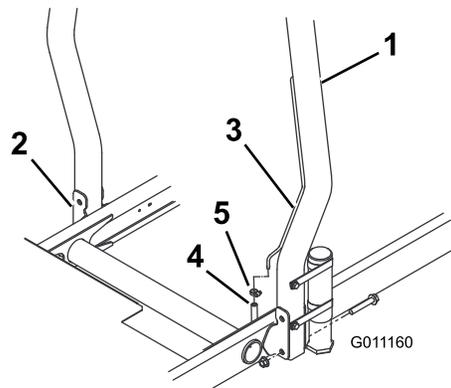

图 8
1. 将翻车保护杆放低到主机安装架上对齐安装孔。确保翻车保护杆上的排气管位于机器的左侧图 8。
2. 用 2 个凸缘头螺栓和 2 个锁紧螺母将翻车保护杆的两侧固定到安装架上图 8。上紧紧固件扭矩至 81N·m。